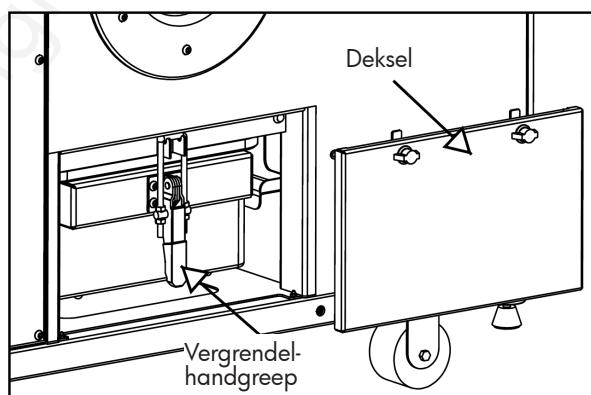

Figuur 13
6.1 De stofbak reinigen (figuur 13)